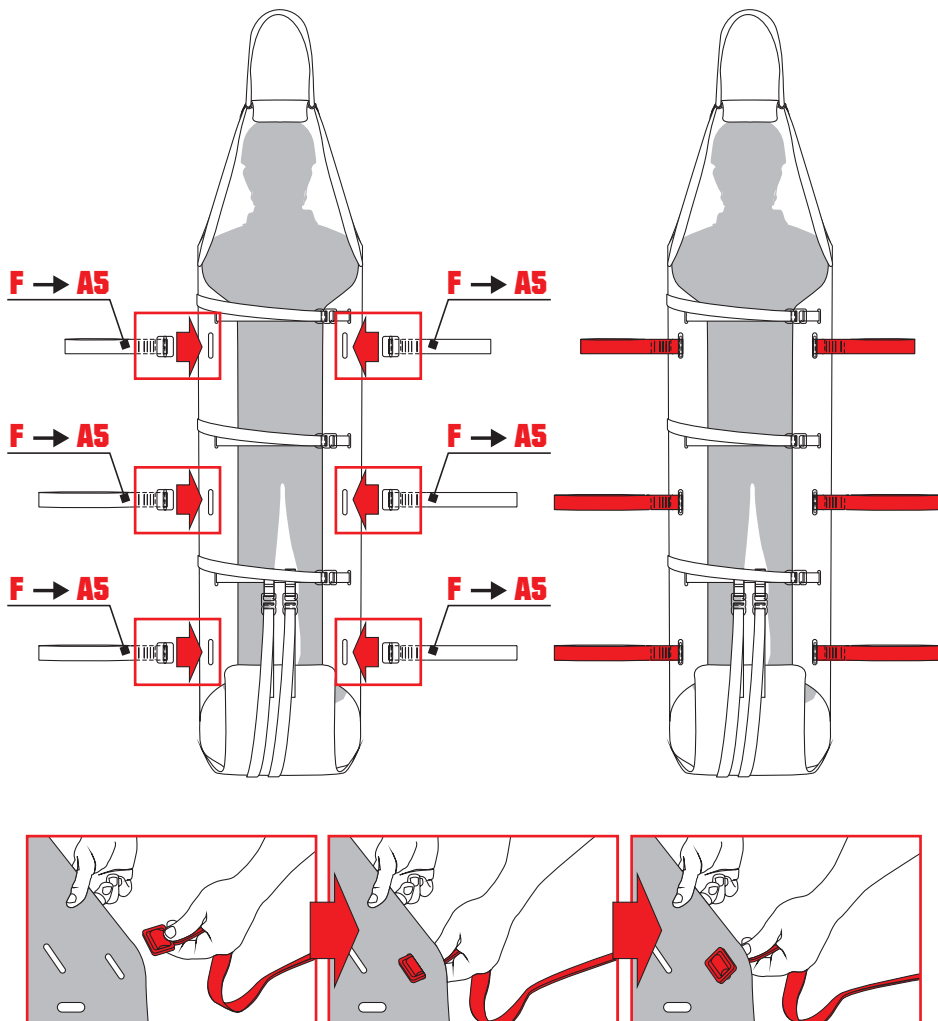

Fig.16
- a) trasporto manuale: inserire le maniglie laterali (F) nelle asole A5 del piano di appoggio (fig. 16) - Nota: si consiglia di inserire la coppia di maniglie più corte nelle asole posizionate in prossimità del busto del paziente per mantenere la testa più in alto rispetto ai piedi,